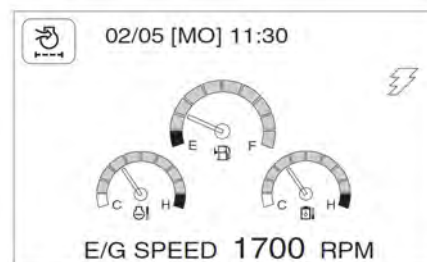

Рис. 68
3. Снять фильтр (рис. 68) и проверить его на наличие повреждений.
ПРИМЕЧАНИЕ: Если загорается предупреждающий индикатор засорения воздухоочистителя (рис. 68) на приборной панели, необходимо провести техническое обслуживание воздухоочистителя..
ПРИМЕЧАНИЕ: По истечении 500 часов, или если загорается индикатор (рис. 68) на приборной панели, необходимо провести техническое обслуживание воздухоочистителя..